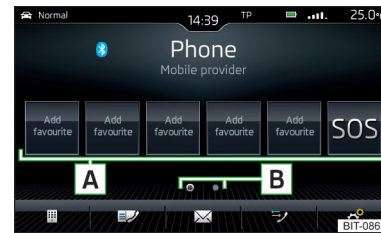

Abb. 196
- ▶ Im Hauptmenü *Telefon* die gewünschte freie Funktionsfläche **A** » **Abb. 196 antippen.**
- ▶ Zum **Wechsel der Speichergruppe** die Funktionsfläche **B** » **Abb. 196** antippen.
- ▶ Zur **Wahl** die belegte Funktionsfläche **A** » **Abb. 196** antippen.
- ▶ Im Hauptmenü *Telefon* die gewünschte belegte Funktionsfläche **A** » **Abb. 196 halten.**